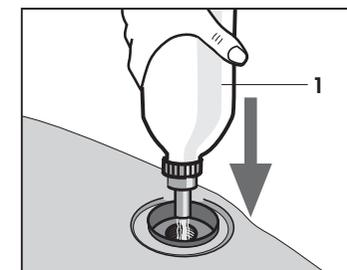

Fig. 4
- Introdurre l'acqua del rubinetto o demineralizzata nella caldaia utilizzando l'apposita bottiglia (1) (Fig. 4) Una volta raggiunto il livello di riempimento, la bottiglia cessa automaticamente di immettere acqua.